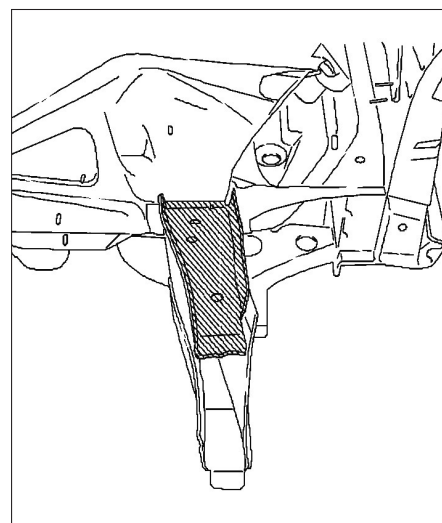

FIG. 24
- la tôle de fermeture du longeron sur la partie arrière (fig. 24).